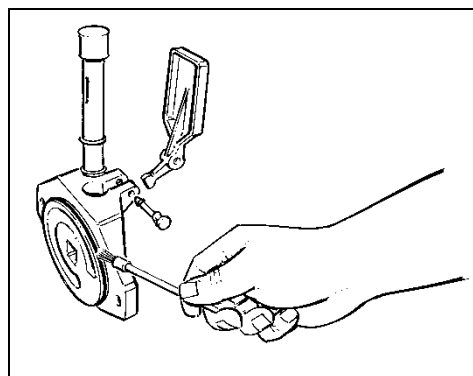

Fig. 21
- **L**ubrifier soigneusement le joint d'étanchéité de la bride avant (fig.21).